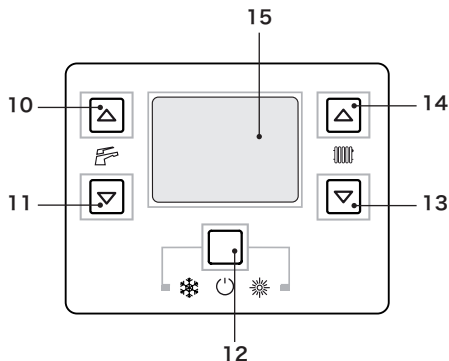

图 2.5
- 按 12 键 2 秒，直到显示屏出现  标志 (图 2.5)。
使用 13 键 (降温) 和 14 键 (升温) 可以在最低约 38° C 至最高约 85° C 之间调整热水的供暖温度 (图 2.5)。首次按下某个键时，会显示“设置”值。第二次按下时，可以修改设置值。
如果感觉环境温度不舒适，可以使用 13 键（降温）和 14 键（升温）增减供暖系统供应温度 $\pm 15^{\circ}\text{C}$ （图 2.5）。
使用 10 键（降温）和 11 键（升温）可以在最低约 35°C 至最高约 60°C 之间调整热水的供暖温度（图 2.5）。首次按下某个键时，会显示“设置”值。第二次按下时，可以修改设置值。